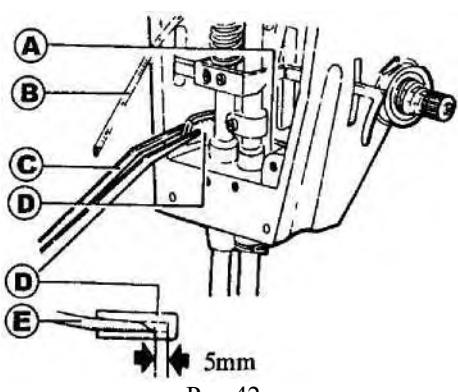

Рис.42.
(рис. 42)
с. Вставьте обратную масляную трубку (B) в новый фильтр (D), убедитесь, что входное отверстие трубы находится на расстоянии 5 мм от фильтра (D), как показано на рис. 42;